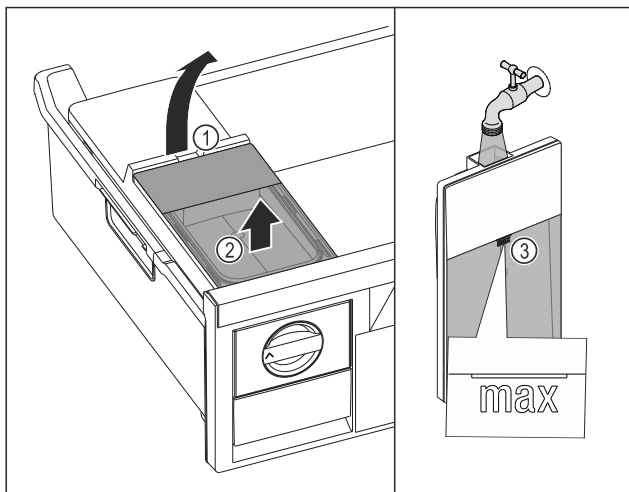

Fig. 151
- ▶ Løft vandtanken op til udsparringen Fig. 151 (1).
- ▶ Tag vandtanken ud fra oven. Fig. 151 (2)
- ▶ Fyld vandtanken med drikkevand op til mærket Fig. 151 (3).